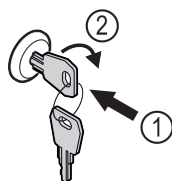

Fig. 87 Beispielhafte Darstellung
- Schlüssel hineindrücken Fig. 87 (1).
- Schlüssel um 90° im Uhrzeigersinn drehen Fig. 87 (2).